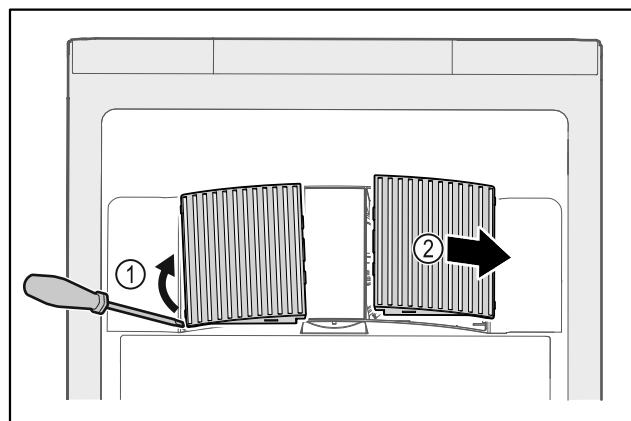

Fig. 150
- ▶ Осторожно подденьте крышки вентилятора сбоку Fig. 150 (1) и снимите их движением вперед Fig. 150 (2).